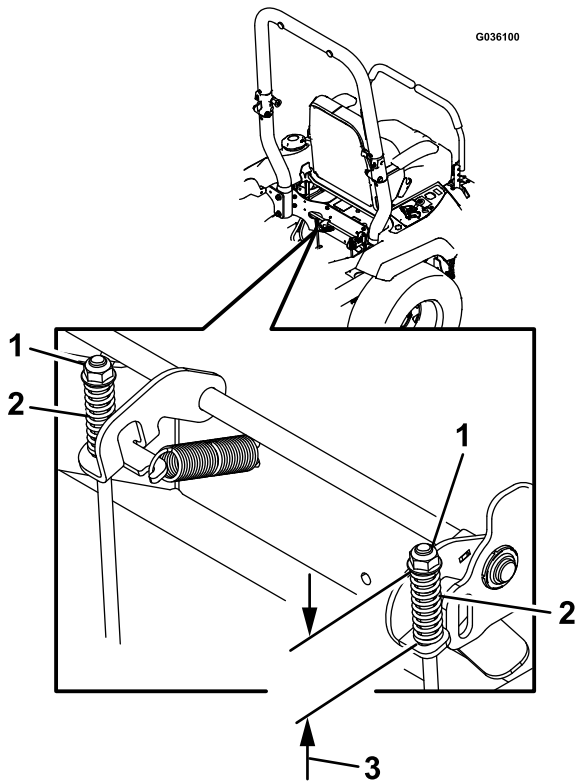

Figura 72
7. Compruebe la longitud de ambos muelles como se muestra en Figura 72. Si se requiere un ajuste, gire la tuerca superior en el sentido de las agujas del reloj para acortar el muelle y en el sentido contrario a las agujas del reloj para alargarlo.